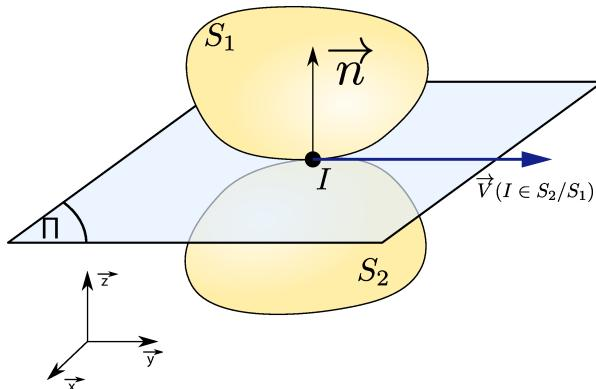

FIGURE 1 – Solides en contact, de plan tangent  $\Pi$ .
- Soient deux solides  $S_1$  et  $S_2$  **en contact** pendant leur mouvement dans un repère  $R_0$  (fig.1).
- On appelle **vitesse de glissement** au point  $I$ , de  $S_2$  par rapport à  $S_1$  le vecteur vitesse du point  $I$  dans le mouvement de  $S_2$  par rapport à  $S_1$  (fig.1) :